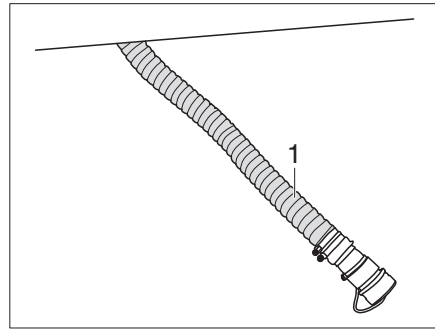

Fig. 302 Vider la cassette des toilettes avec broyeur
- Décrocher le tuyau de vidange (Fig. 302,1) sous le véhicule et l'amener jusqu'à la station de vidange.
- Laisser le tuyau de vidange (Fig. 302,1) dans la station de vidange.
- Ranger le tuyau de vidange (Fig. 302,1) sous le véhicule.